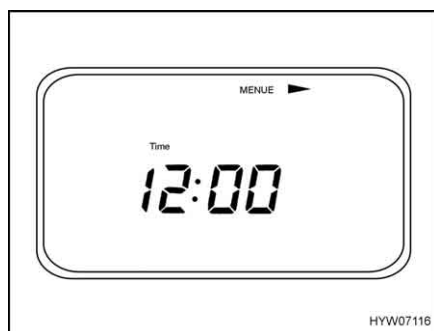

Fig. 137 Menu Impostazioni (pagina di menu 2)
- Premere il tasto "MENUE" (Fig. 132,3) per più di 3 secondi. Appare il menu Impostazioni (Fig. 137).